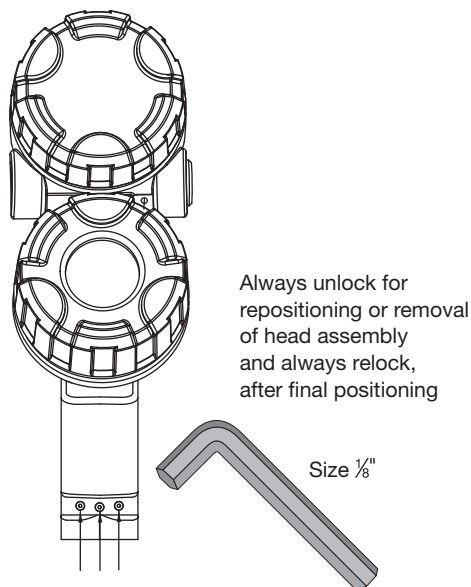

Рисунок 8
Примечание: Рекомендуется устанавливать запорные клапаны устанавливались на каждую уравнительную линию к камере вместе с дренажным клапаном (см. *Рис. 8*). Уравнительные линии должны быть как минимум такого же размера, как и соединения с камерой.
3. Ослабьте стопорные винты головки датчика (утопленного типа) и расположите выходное отверстие канала в желаемом направлении. См. *Рис. 8*.